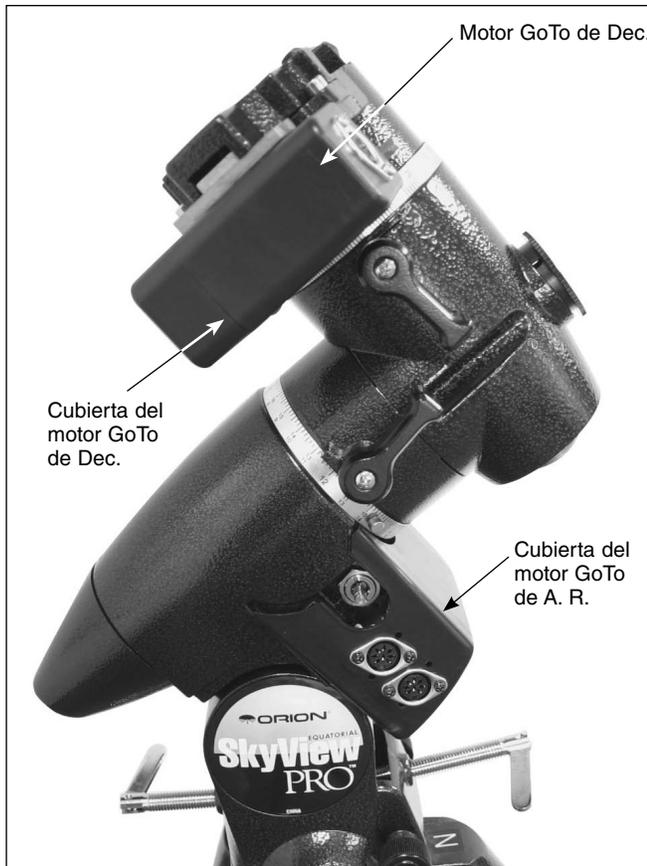

Figura 12. Motores GoTo instalados
5. Una vez que el motor GoTo de Dec. y el engranaje se hayan instalado y los engranajes encajen correctamente, puede instalar y sujetar la cubierta del motor GoTo de Dec. con los dos tornillos de estrella de 8mm de largo. Una vez que se haya instalado el motor GoTo de Dec. y la cubierta, la montura debe presentar un aspecto similar al de la figura 12.